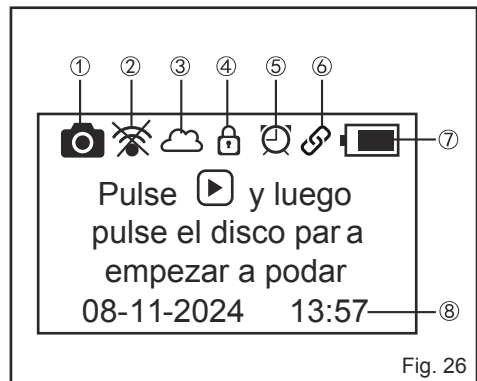

Fig. 26
- Coloque el cortacésped en la estación base. Asegúrese de que las tiras de carga del cortacésped están completamente conectadas con la tira de contacto de la estación base (Fig. 24). El cortacésped iniciará automáticamente la inicialización (Fig. 25). Tardará unos 15 segundos en completar este proceso. El cortacésped emitirá dos pitidos y panel LCD mostrará la pantalla principal (Fig. 26).
PANTALLA PRINCIPAL (FIG. 26)